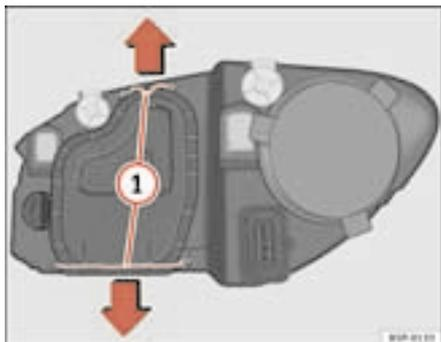

Fig. 161 Médios
- Desloque os tirantes ⇒ fig. 161 ① no sentido da seta e puxe a tampa.